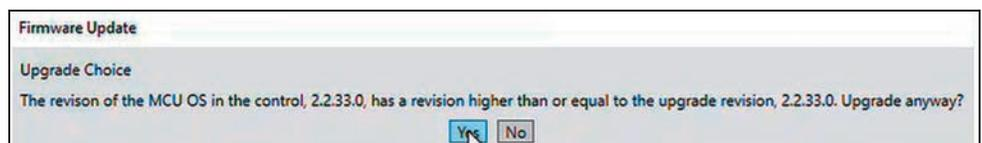

Figura 45. La ventana de diálogo de Actualización de Firmware para el control SDA-4540R2.
PASO 13. Cuando alguno de los componentes de software instalados en el control tenga el mismo número de versión o uno superior al de las versiones que se están descargando, se abrirá un mensaje similar al que se muestra en la ventana de diálogo Upgrade Choice (Opción de Actualización). S&C recomienda hacer clic en el botón **Yes** a menos que un representante de S&C indique lo contrario. Ver Figura 45.